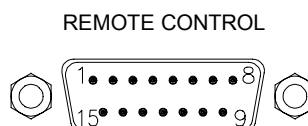

Bild 4 Anschlüsse der REMOTE CONTROL Stiftleiste
An den MONITOR-Ausgang (16) des NRS 90225 kann ein Kontrollverstärker angeschlossen werden. Der Ausgang ist niederohmig und elektronisch symmetrisch, deswegen darf die Länge der angeschlossenen Leitung bis zu ca. 200 m betragen. Der Anschluß erfolgt an der Stiftleiste REMOTE CONTROL (siehe Bild 4). Bei dem Remote-Control-Modul NRS 90222 befindet sich der MONITOR-Ausgang an der Anschlußbuchse REMOTE CONTROL (22) und wird vom PROMATRIX Manager DPM 4000 auf den Abhörkanal geschaltet. Der Ausgang ist vorbereitet für die Nachrüstung eines Ausgangsübertragers, für den Fall, daß der Ausgang potentialfrei sein muß. In diesem Fall ist der Nachrüstsatz NRS 90227 erforderlich (siehe Abschnitt 8.4).